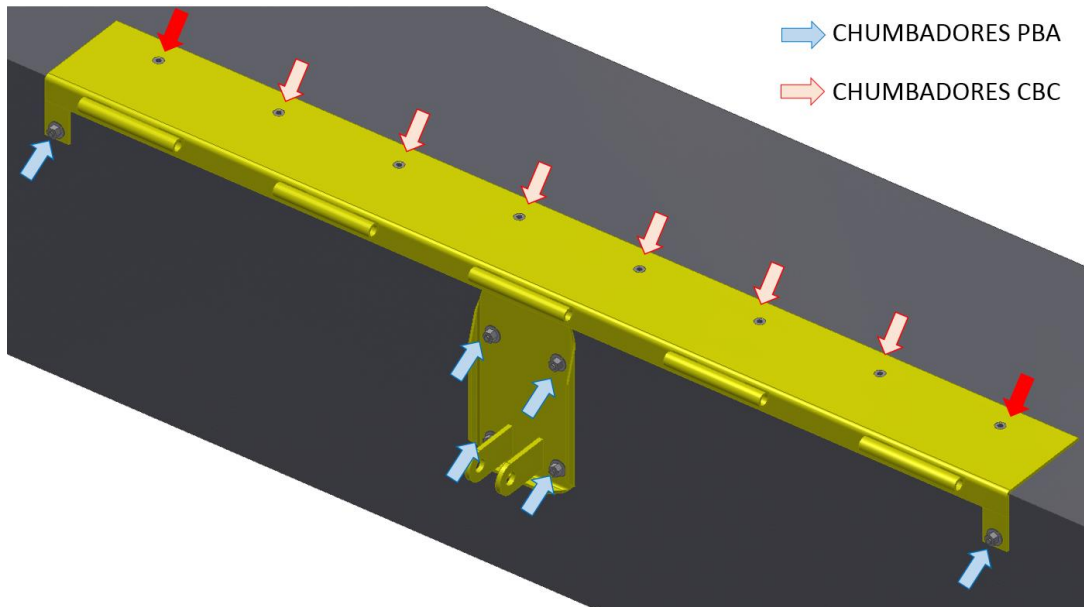

Figura 4: Pontos de aplicação dos chumbadores.
-Utilizar a broca de 10mm para fazer os pré-furos nos locais indicados na Figura 4, iniciando pelas furações indicadas pelas setas vermelhas. Após fazer a furação no primeiro furo, utilizar o próprio parafuso do **CHUMBADOR CBC** como pino trava para manter a chapa de fixação imóvel. Após fazer a furação no furo do lado oposto e realizar novamente o travamento, deixando assim a chapa imóvel;